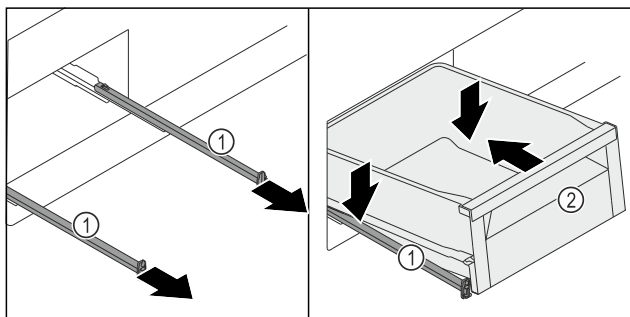

Fig. 259
- Estrarre le guide Fig. 259 (1).
- Mantenere fisse le guide Fig. 259 (1) e posizionare il cassetto Fig. 259 (2) in posizione obliqua inserendolo dall'alto sulle guide Fig. 259 (1).
- Inserire il cassetto Fig. 259 (2) sulle guide Fig. 259 (1) spingendolo all'indietro fino a battuta.